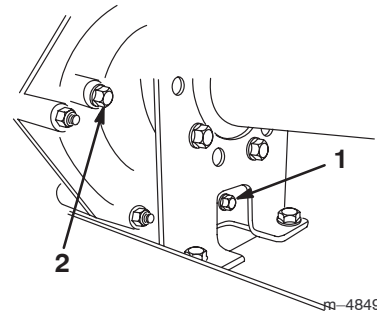
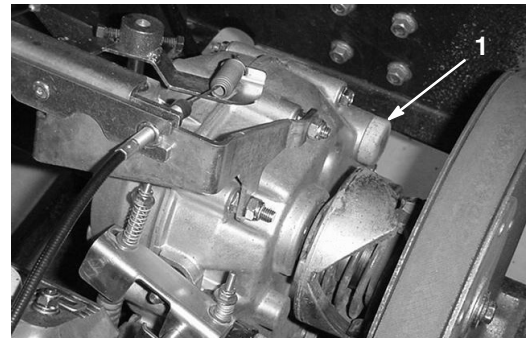

Bild 42
Bild 43
2. Entfernen Sie die Ablassschraube aus der rechten Seite des Behälters (Bild 42) und lassen die Flüssigkeit in ein Auffanggefäß ablaufen. Schrauben Sie die Ablassschraube wieder fest ein, wenn keine Flüssigkeit mehr ausströmt.
3. Füllen Sie den Behälter (Bild 43) mit ungefähr 1,4 l SAE 10W30 Motoröl oder so weit, dass der Ölstand die Unterseite des Prüflochs erreicht (Bild 42).